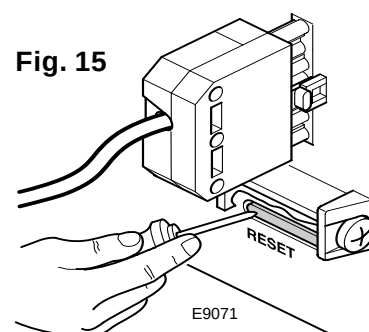

Fig. 15
■ Rétablir le fonctionnement en retirant la boîte de contrôle, **mais en la laissant alimentée électriquement** et en agissant avec du matériel opportun sur la languette de réarmement (voir fig. 15).